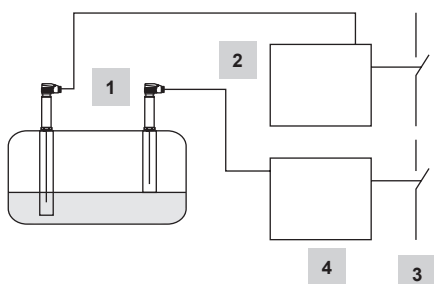

Fig. 9
- Fig. 9** Combinatie bestaande uit 1 niveausonde LP40 en 1 niveauschakelaar LCS3050 als waterpeilbegrenzer en 1 niveausonde LP40/1 niveauschakelaar LCS3050 als eerste laagwateralarm. Functionele veiligheid IEC 61508, SIL 3. Verdere toepassingen in overeenstemming met nationale voorschriften